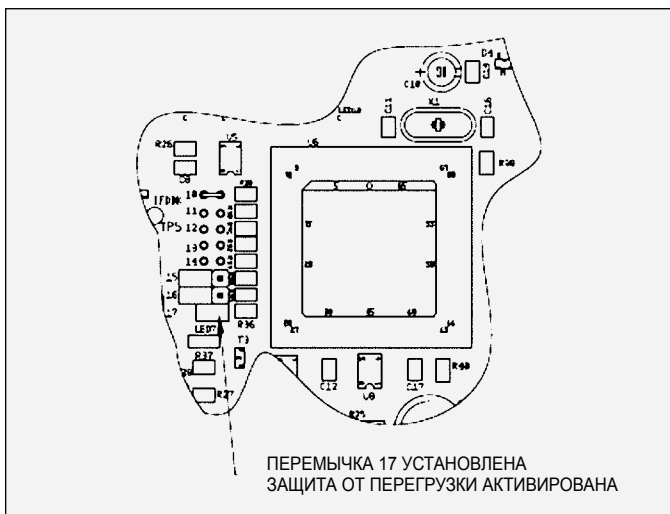

Рис. 20: Расположение перемычки — активация защиты от перегрузки
2. Установите перемычку между двумя контактами в гнезде 17 на главной системной плате ПК (см. рис. 20).